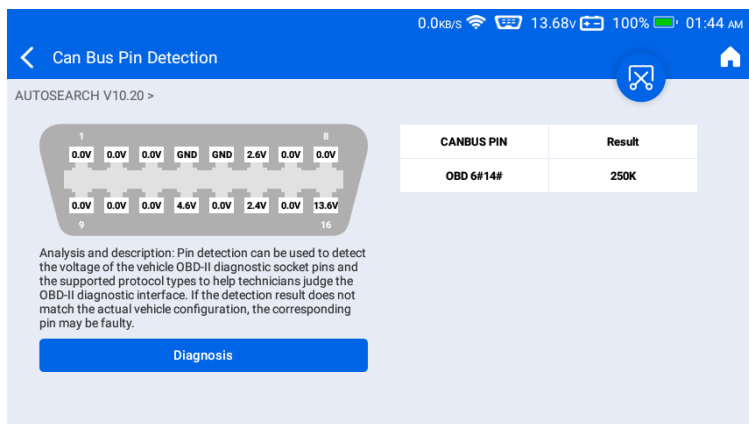

Figura 4-13
- Tabla de resultados:** La tabla de resultados muestra los pines de comunicación detectados y la velocidad en baudios correspondiente. Utilizando la Figura 4-13 como ejemplo, la herramienta identifica los pines 6 y 14 como un bus CAN que opera a 250 Kbps, lo que indica una conexión de comunicación correcta entre el dispositivo de diagnóstico y el vehículo.